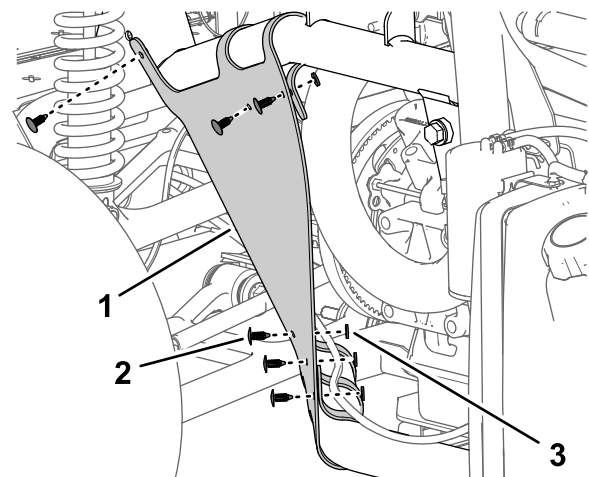

Figura 12
4. Retire las 6 grapas y 5 arandelas (9/16" x 1/2") que sujetan el panel interior del guardabarros al bastidor de la máquina (Figura 12).